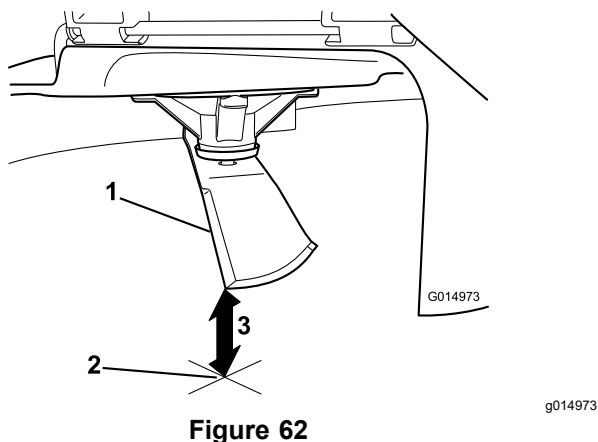

Figure 62
5. Mesurez la distance entre la pointe de la lame et la surface plane (Figure 62).